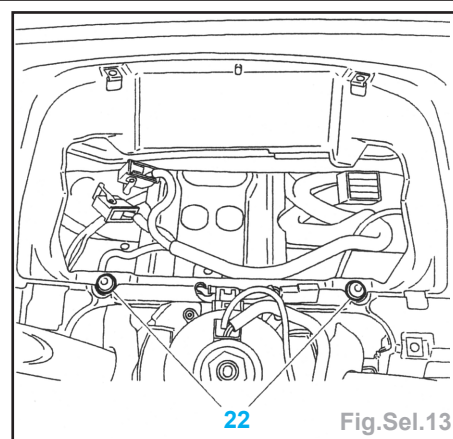

Fig.Sel.13
- Déposer le bloc compteur (20).
- Déposer les vis (22) (Fig.Sel.13).